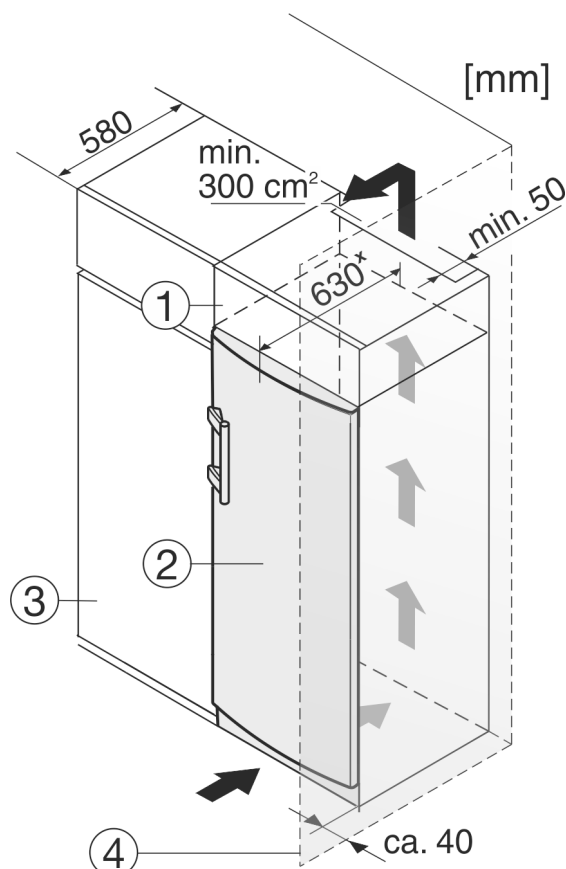

Fig. 12
- (1) Szafka nakładana
- (2) Urządzenie
- (3) Szafka kuchenna
- (4) Ściana
Urządzenie może zostać obudowane szafkami kuchennymi. Aby dopasować urządzenie Fig. 12 (2) do wysokości ciągu szafek kuchennych, można nad urządzeniem umieścić szafkę nasadzaną Fig. 12 (1).
W przypadku obudowania szafkami kuchennymi (głębokość maks. 580 mm) urządzenie można ustawić bezpośrednio obok szafki kuchennej Fig. 12 (3). Urządzenie wystaje z boku o 34 mm * i na środku urządzenia o 50 mm * w stosunku do szafek frontów kuchennych.
Jeżeli urządzenie będzie ustawiane z zawiasami do ściany *Fig. 12 (4)*, to pomiędzy urządzeniem i ścianą należy zachować minimalny odstęp, wynoszący 40 mm. Na taką odległość wystaje klamka przy otwartych drzwiach.